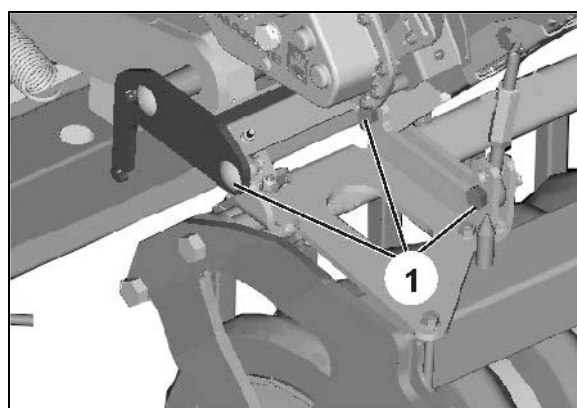

Fig. 27
- 5.2 Høyre side: Monter 3 skruforbindelser (Fig. 27/1).